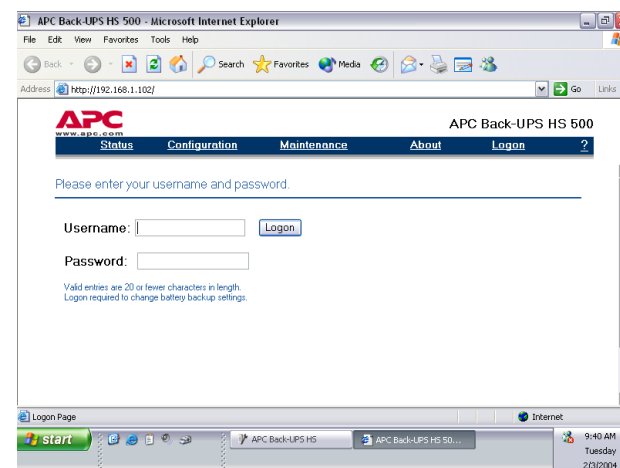

Figur 13. Back-UPS HS 500 Status-ruta
12. Innan du utför någon UPS underhållsuppgift, kontrollera statusen för UPS genom att klicka på länken **Status**. Skärmen som visas i Figur 13 kommer fram.